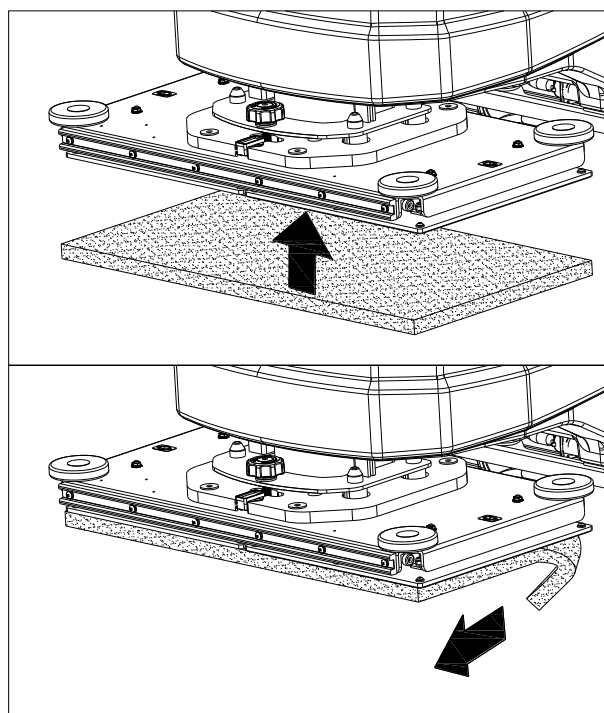

Figura 10
2. Utilizați metoda manuală pentru a instala sau a îndepărta laveta, ca în (Figura 10)